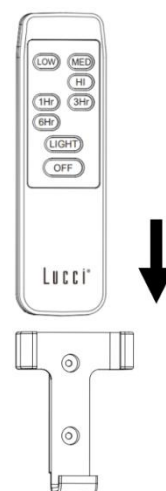

Fig. 12b
2. e scorrere il telecomando all'interno del supporto (Fig. 12b).